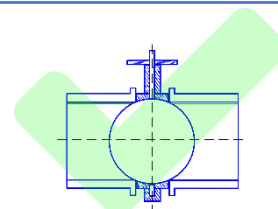

Figura 3
6. Antes do aperto final dos parafusos, colocar o disco na posição totalmente aberta, para conferir o alinhamento da válvula com a tubulação e o livre movimento do disco. **(FIGURA 3)**